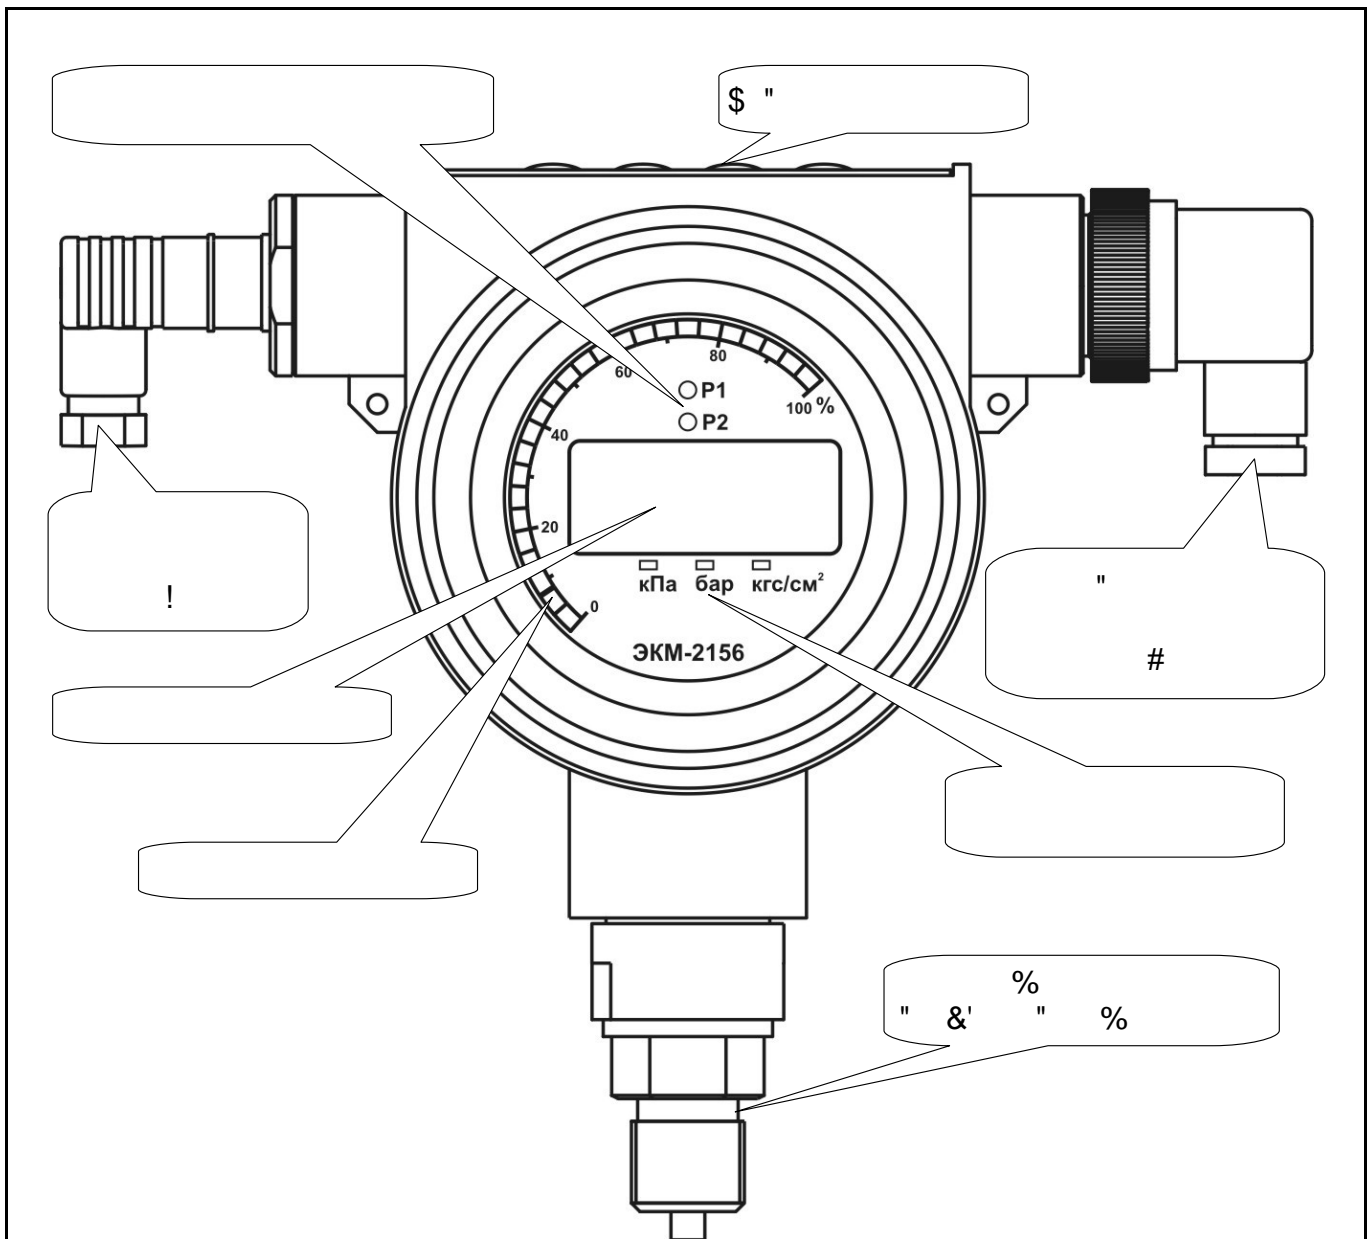

Рисунок 1 - Элементы индикации и управления ЭКМ-2156
1.6.2 Элементы индикации и управления ЭКМ (Рисунок 1).